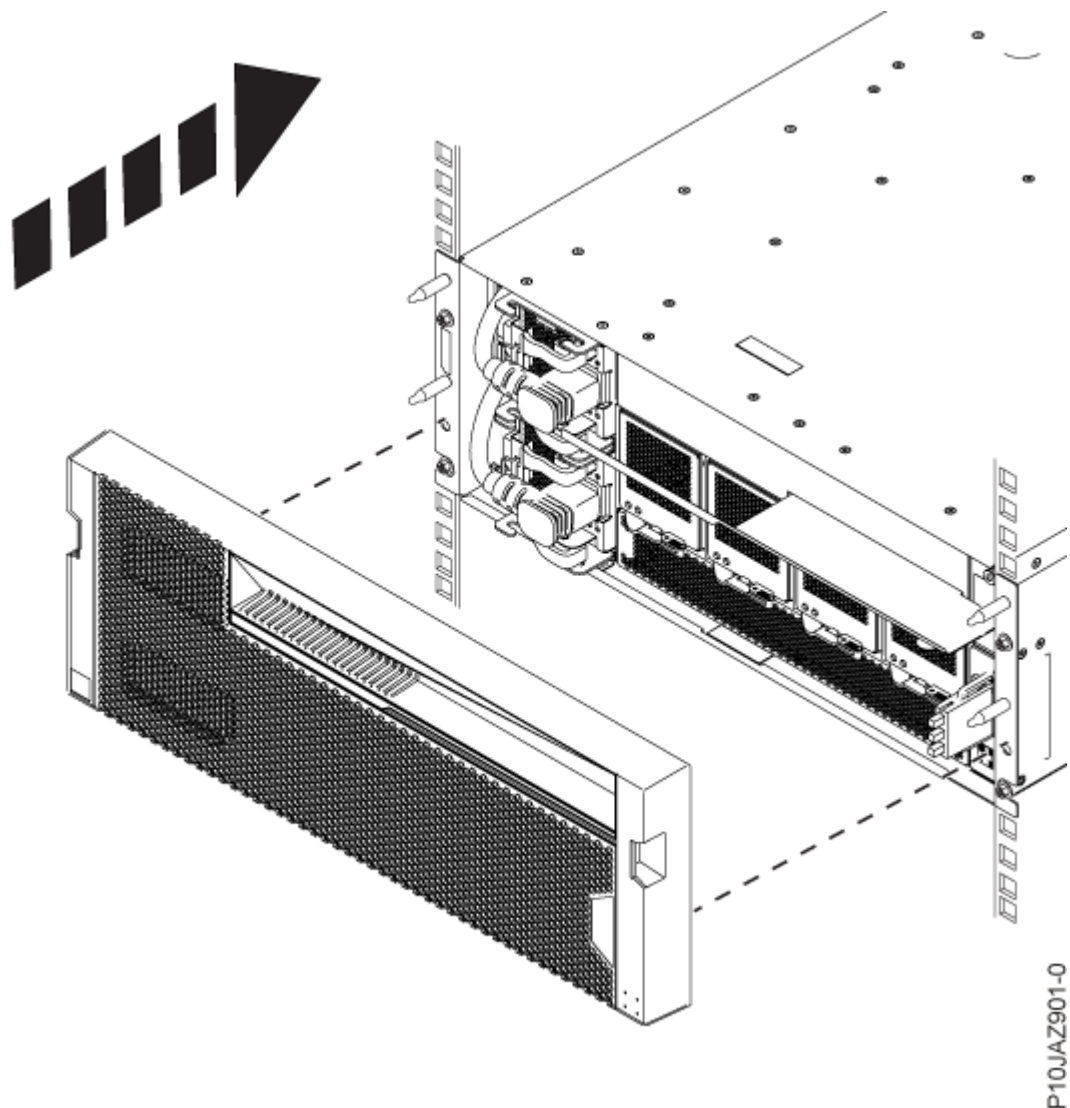

図 10. カバーの取り付け
- a) 15 ページの図 10 に示すように、カバー (A) をドロワー (B) の前面にある 4 つのピンに合わせ、所定の位置に押し込みます。